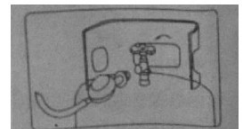

Abb. 3
3. Öffnen Sie das Eckventil der Gasflasche gegen den Uhrzeigersinn (wie in Abbildung 3 gezeigt).